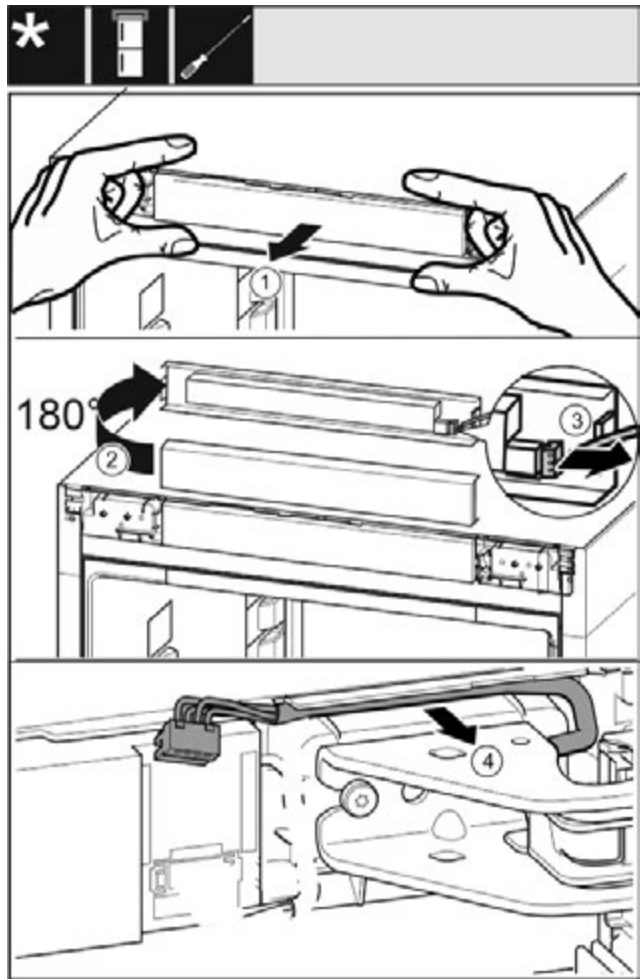

Fig. 15
- ▶ Обережно ослабити невелику панель керування пристрою вперед. Fig. 15 (1)
- ▶ Повернути невелику панель керування вгору на 180°. Fig. 15 (2)
- ▶ Притисніть фіксувальний виступ вниз та обережно витягніть штекер. Fig. 15 (3)
- ▶ Обережно від'єднайте кабель над опорним кронштейном від направляючої. Fig. 15 (4)